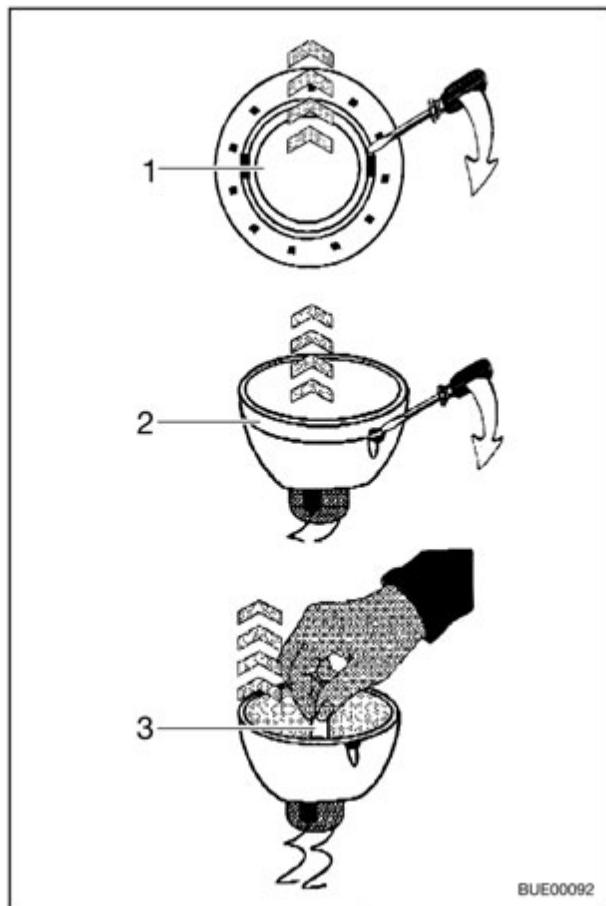

Fig. 198 Cambiar la bombilla halógena
- Soltar el anillo de cubierta interior (Fig. 198,1) de la carcasa con un desatornillador.
- Soltar el anillo de cubierta con la lámina de vidrio (Fig. 198,2) de la parte inferior de la lámpara halógena utilizando un desatornillador.
- Extraer la bombilla halógena (Fig. 198,3).